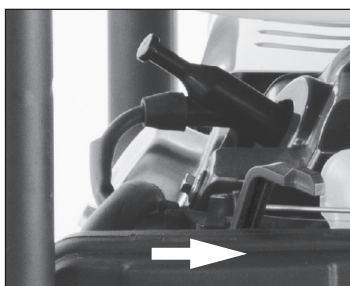

рис. 12
9. Дайте двигателю поработать в течение 3–5 минут, чтобы прогреть его перед подключением нагрузки. По мере прогрева двигателя постепенно передвиньте рычаг воздушной заслонки в положение «Открыто» (рис. 12).